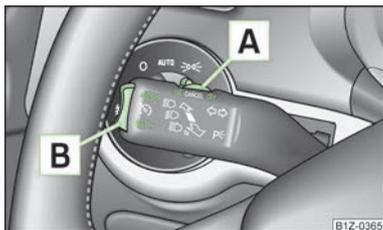

Fig. 100
- Pulsar el conmutador » fig. 100 a la posición **ON**.
- Presionar el balancín » fig. 100 de la página 103 a la posición **RES**.
- La velocidad memorizada se puede reducir presionando el balancín » fig. 100 de la página 103 en la posición **SET**.
La velocidad también se **desconecta temporalmente**, pulsando el interruptor » fig. 100 de la página 103 a la posición de suspensión elástica **CANCEL** o bien el pedal de freno o de embrague.
➤ Pulsar el conmutador **A** » fig. 100 de la página 103 desplazándolo hacia la derecha a la posición **OFF**.